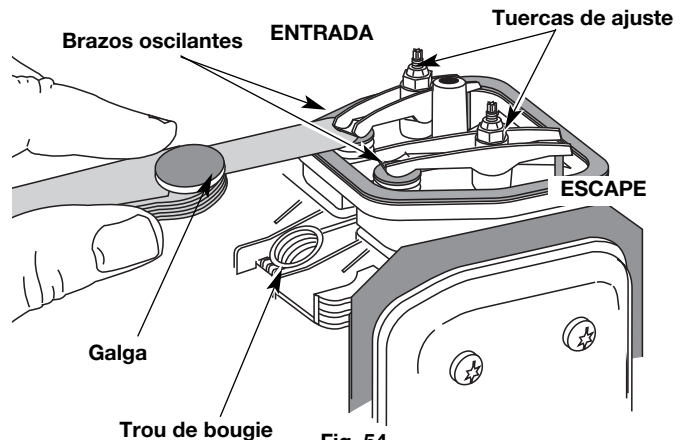

Fig. 54
- El pistón se encuentre en la parte superior de su recorrido mientras mira dentro del orificio de la bujía de encendido (Fig. 54).
7. Deslice la galga entre el brazo oscilante y el resorte de retorno de la válvula. Mida el huelgo entre el vástago de la válvula y el brazo oscilante (Fig. 54). Realice esto en las válvulas de entrada y de escape.
El huelgo recomendado para las válvulas de entrada y de escape es 0,076 – 0,152 mm (0,003 – 0,006 pulgadas). Use un calibrador regular de automóvil de 0,127 mm (0,005 pulgadas). El calibrador debe deslizarse entre el balancín y el vástago de la válvula con una ligera cantidad de resistencia, sin doblarse (Fig. 54 y 55).
- a. Gire la tuerca de ajuste con una llave de 8 mm (5/16 pulgadas) o una guía de tuercas (Fig. 54).